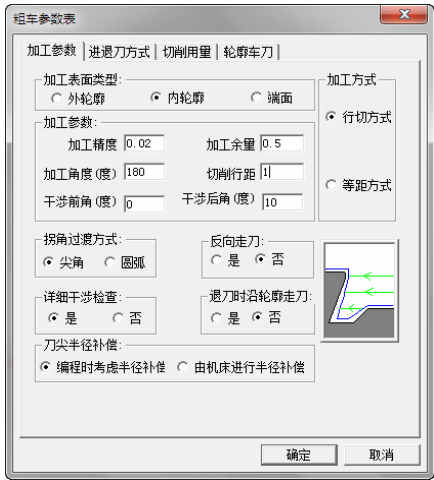

图 4-191 粗车加工参数设定
1) 单击“加工参数”选项卡，选择加工表面类型：内轮廓，其他参数如图 4-191 所示。